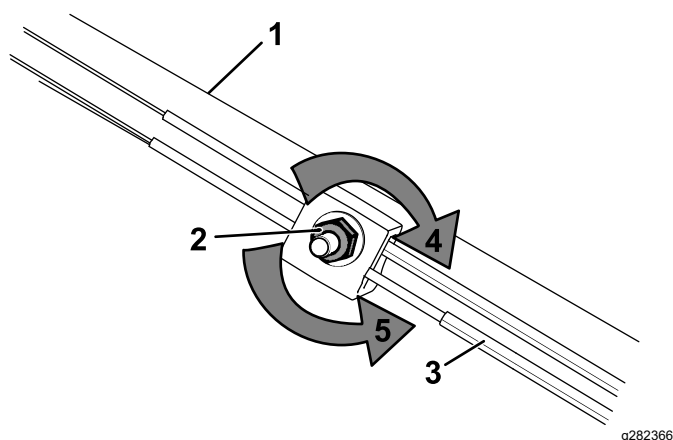

Figure 52
1. Tournez l'écrou de réglage dans le sens antihoraire pour desserrer le réglage (Figure 52).
2. Ajustez la tension du câble (Figure 52) en le tirant en avant ou en le poussant en arrière puis en le maintenant à cette position.